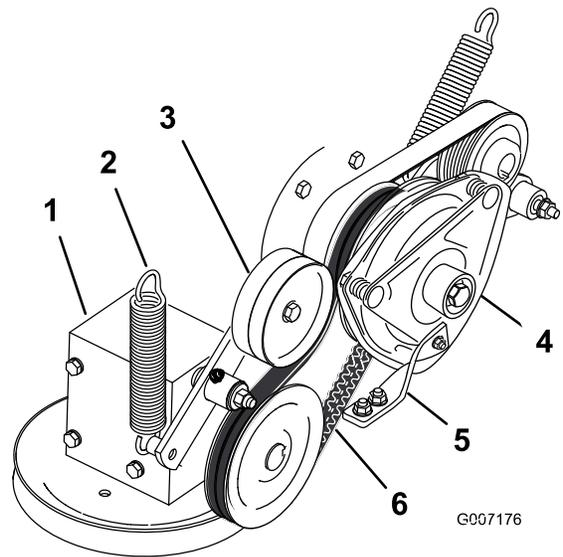

Figura 86
4. Togliete la molla di tensione dal braccio di rinvio (Figura 86).
7. Montate la cinghia di trasmissione della PDF attorno alla puleggia della frizione e la puleggia della scatola ingranaggi (Figura 86)..
9. Montate la molla sul braccio di rinvio (Figura 86).